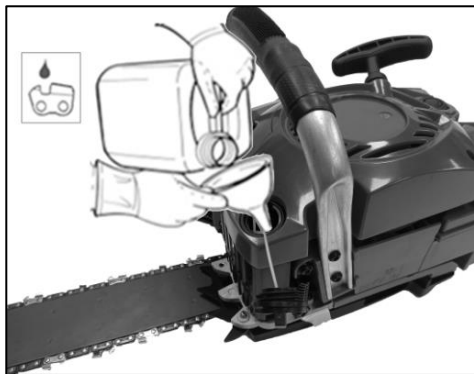
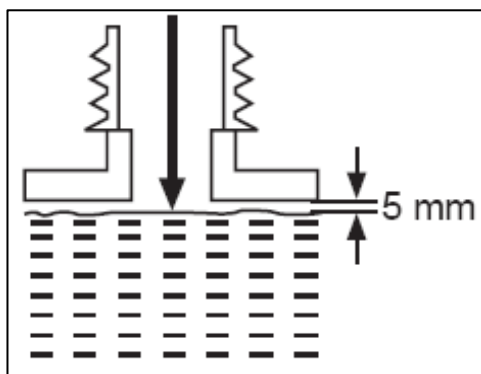

Fig. 16
Fig. 17
- 3) Versez de l'huile pour la lubrification de la chaîne appropriée dans le réservoir (Fig.16). Ne remplissez pas trop et laissez environ 5 mm d'espace entre la hauteur d'huile et le bord intérieur du réservoir afin de permettre l'expansion. (Fig.17)